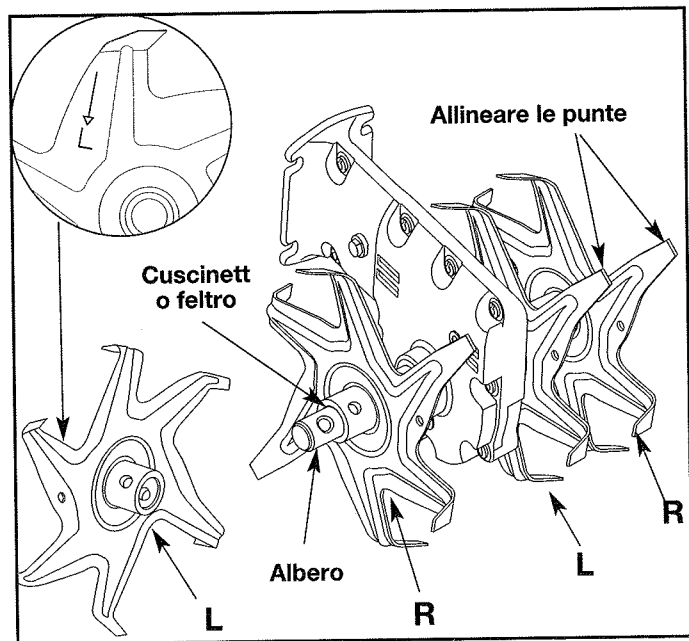

Fig. 22
7. Verificare che le punte siano allineate tra di loro nello stesso verso prima di rimettere i perni e i fermi dei perni (fig. 22).